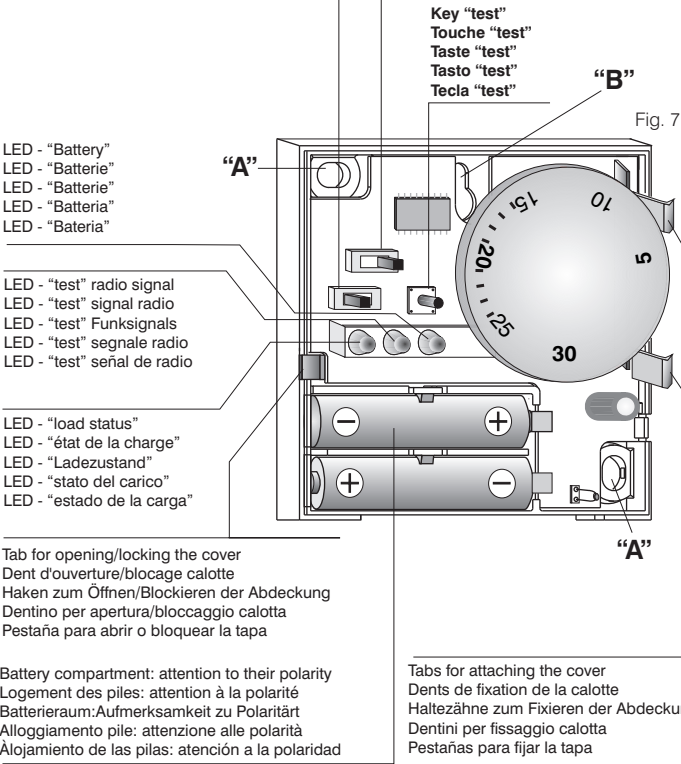

Fig. 7
- Befestigen Sie die Basis an der Wand, verwenden Sie dazu die Löcher **A-A** oder das Loch **B** (Abb. 7).
Mit thermostat ohne Abdeckung: Fügen Sie **zwei Batterien Alkali-Stabbatterien 1,5 V des Typs AAA (LR03)** ein; bitte beachten Sie hierbei deren Polarität (Abb. 7).
Der Thermostat arbeitet in einem Differentialmodus, wobei der Differentialwert  $\Delta T$  eingestellt werden kann:  $\Delta T = 0,3\text{ }^\circ\text{C}$  oder  $\Delta T = 0,6\text{ }^\circ\text{C}$ . Der Wert wird werkseitig auf  $\Delta T = 0,3\text{ }^\circ\text{C}$  eingestellt. Um den Differentialwert zu ändern, betätigen Sie die dafür vorgesehene Einstelltaste, wie in Abb. 7 dargestellt.
Halten Sie die Taste "test" gedrückt, bis die LED "test" aufleuchtet, und lassen Sie sie dann los (Abb. 7).
Halten Sie die Taste "test" gedrückt, bis die LED "test" **dreimal kurz blinkt**, und lassen Sie sie dann los (Abb. 7).
Überprüfen Sie nach Beendigung der Installationsvorgänge, dass sich der Wahlschalter Sommer/Winter und der dazugehörige Schalter auf der Abdeckung (Abb. 7 und Abb. 8), in der selben Stellung befinden (z.B.: Linke = Sommer) und setzen Sie dann die Abdeckung auf den Thermostat auf. Drücken Sie die Abdeckung bis zum Einrasten der Blockierungshaken an.